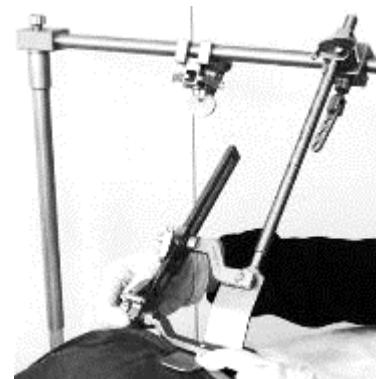

Abb. 13
10. Beide Muttern am kranialen und kaudalen Arm des IMA-Spreizers in zweckmäßiger Position fixieren (Abb. 13).